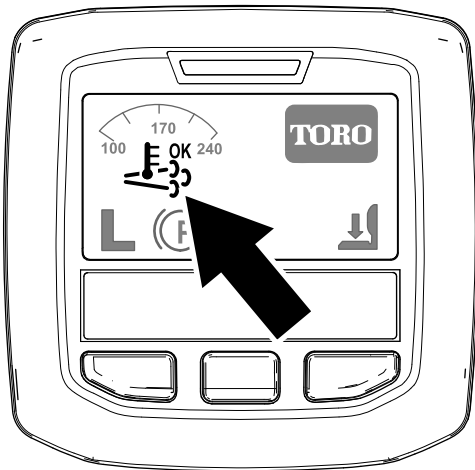

Figura 21
- Nell'InfoCenter viene visualizzata l'icona di rigenerazione assistita/ripristino (Figura 21).